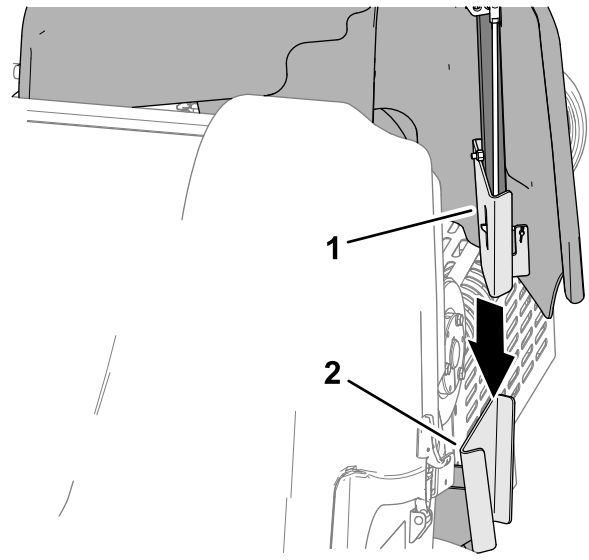

图 133
- 1. 将皮带罩安装支架对准机器机架的皮带罩支撑托架 图 133。